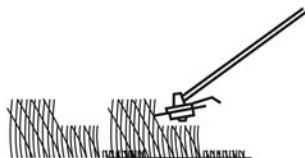

Rys. 26
- > Wykonywać wolne i regularne ruchy urządzeniem po łuku od lewej do prawej i wracać urządzeniem do położenia wyjściowego przed przejściem do kolejnej części (Rys. 26).